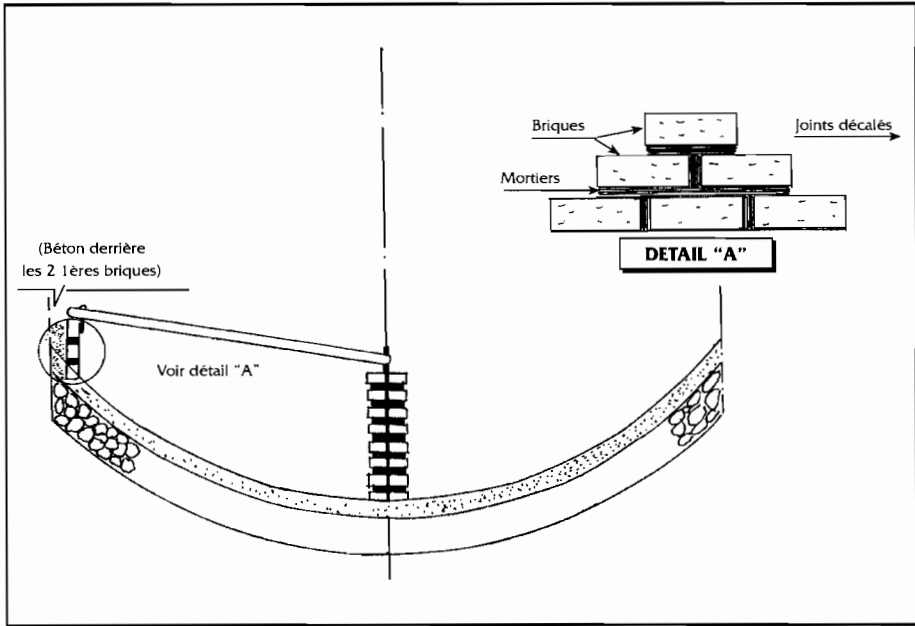

Figure 12 :
5.24 / A partir du centre du bassin d'expansion, tracer un cercle de 1,47 m de rayon. Poser sur ce cercle une couche (5cm) de moellons (hérissonnage). Appliquer une couche de béton de 10 cm d'épaisseur en l'enfonçant bien entre les pierres. FIG.12.